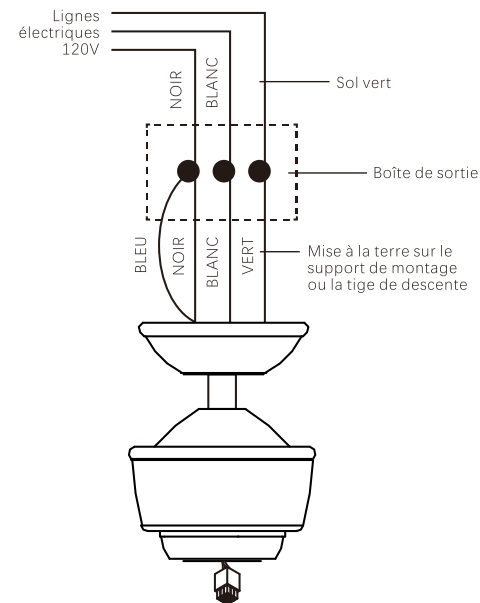

Fig.12
Étape 1. Veuillez connecter le fil d'alimentation du ventilateur (NOIR) et le fil d'alimentation de l'éclairage (BLEU) au fil chaud de l'alimentation de la maison (NOIR). (Fig.12)